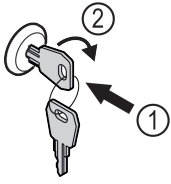

Fig. 172 Représentation à titre d'exemple
- ▶ Insérer la clé Fig. 172 (1).
- ▶ Tourner la clé à 90° dans le sens horaire Fig. 172 (2).